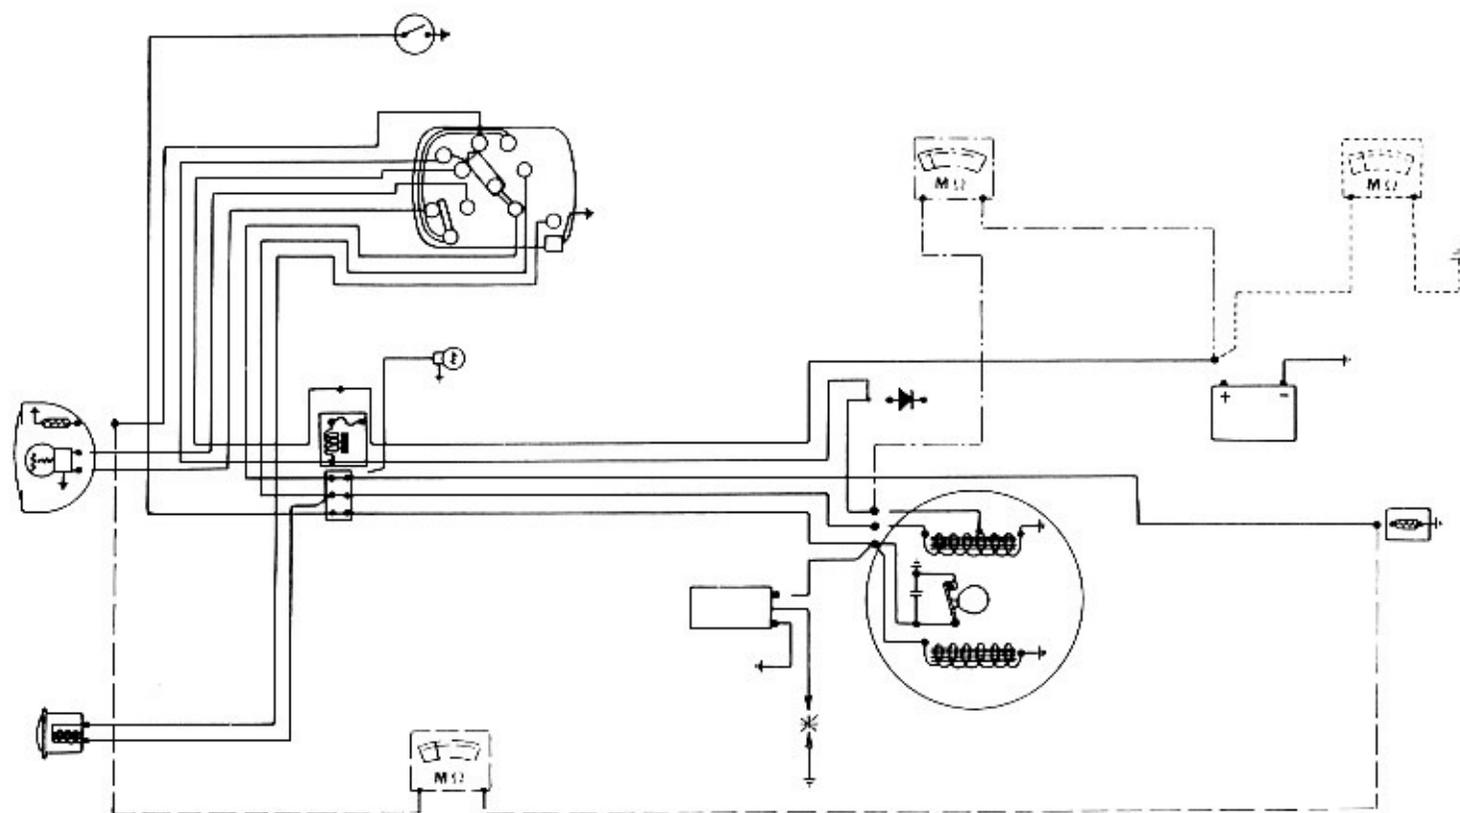

Fig. 46 A
Vedi fig. 46 A.
1) **Circuiti batteria, luce di città e fanalino posteriore.** Vedi fig. 46 B.